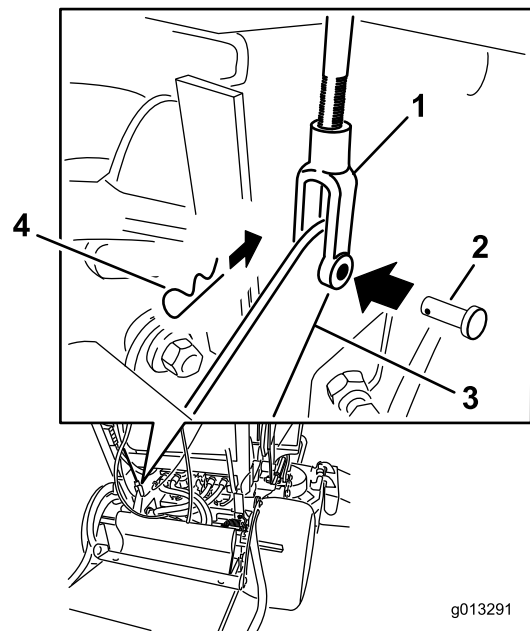

Figure 64
4. Pour régler le frein, retirez la goupille fendue et l'axe de chape du levier de frein inférieur et de la chape (Figure 64).
7. Fixez la chape au levier de frein inférieur avec la goupille fendue et l'axe de chape (Figure 64).